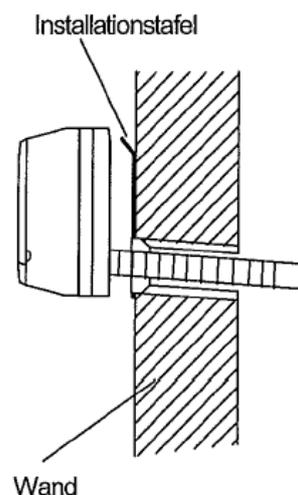

Abb. 9
- Setzen Sie bitte das Rohrbündel vertikal rückwärts in die Wandbohrung (Abbildung 9).